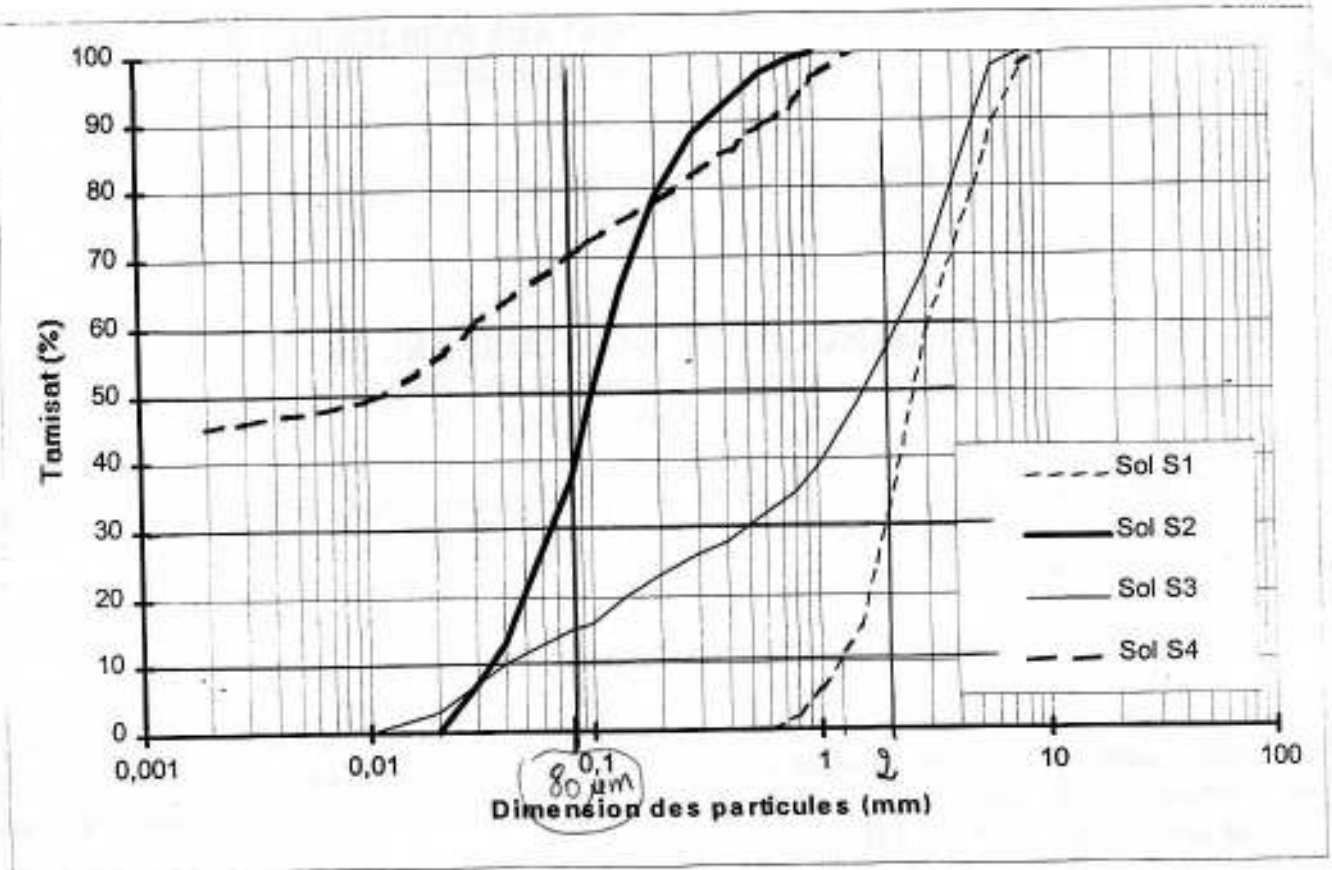

Figure 1.1 Courbes granulométriques et limites de plasticité des sols S1 à S4
1. La figure 1.1 montre les courbes granulométriques de ces quatre matériaux, avec les valeurs des limites de plasticité et de liquidité correspondantes. Quelle est la dénomination de ces sols dans la classification LCPC/USCS.